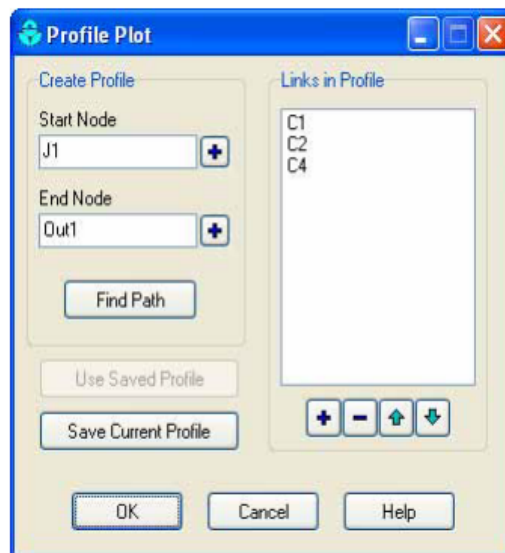

Figure 8: Définition du profil en long
- 2- Dans la fenêtre qui apparaît (cf. figure 8), entrez J1 dans le champ "**Start Node**" pour indiquer le point de départ du profil, ou bien cliquer sur le nœud J1 sur la carte ou dans l'explorateur d'objets et cliquer sur  le bouton